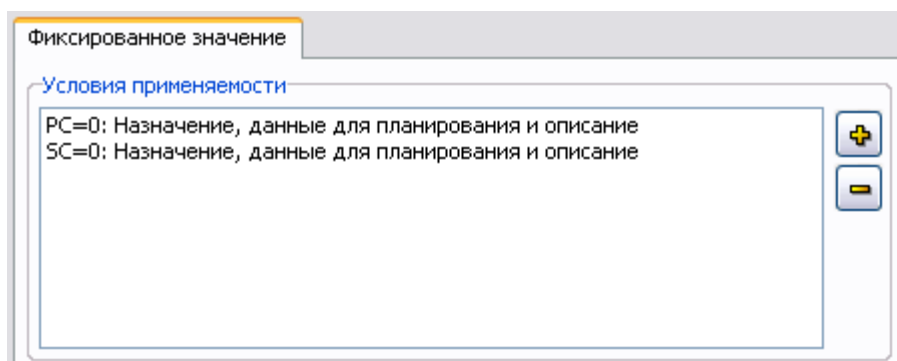

Рис. 2.40
9. Нажмите на кнопку . После этого произойдет возврат в окно **Добавление записи** для фиксированного значения, и в окне **Условия применимости** появятся назначенные нами условия (Рис. 2.40).